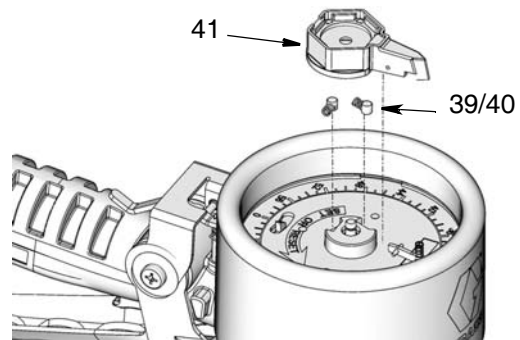

FIG. 34
4. Installare il puntatore ad ago (41), le molle (39) e i perni (40) come illustrato nella FIG. 34.